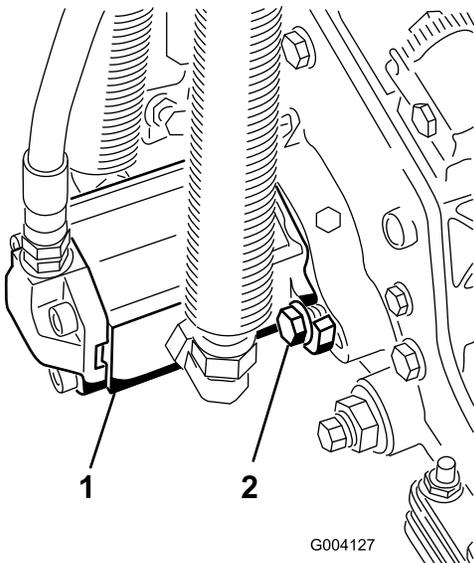

**Figura 11**
12. Prenda a corrente do braço de elevação ao suporte da corrente com o pino de encaixe (Figura 11). Utilize o número de elos da corrente conforme descrito no *Manual do utilizador* da unidade de corte.